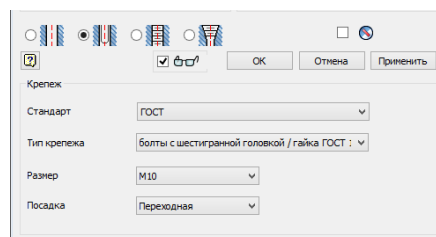

Рис. 3.11. Окно «Крепеж»
15. Укажите параметры резьбы в поле «Крепеж» (рис. 3.11).